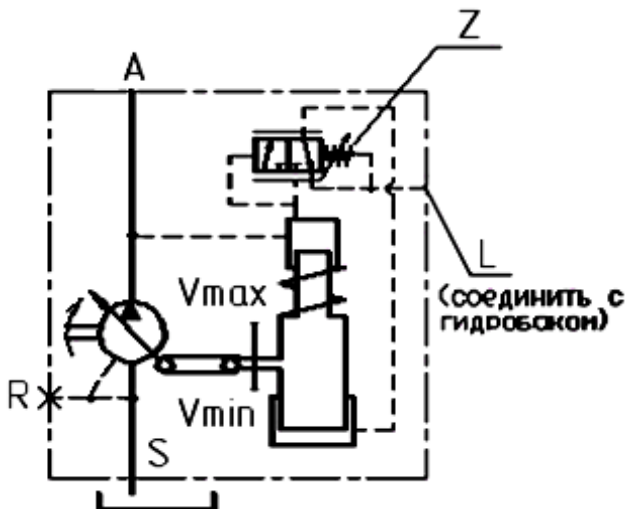

Рисунок 15 – Гидравлическая схема насосов с регулятором постоянного давления с рабочим давлением 12, 55, 80, 107, 160, 250 см³.
- поддерживаемое давление и максимальная потребляемая мощность, при необходимости, могут быть отрегулированы винтом z (рисунок 15 ;16);